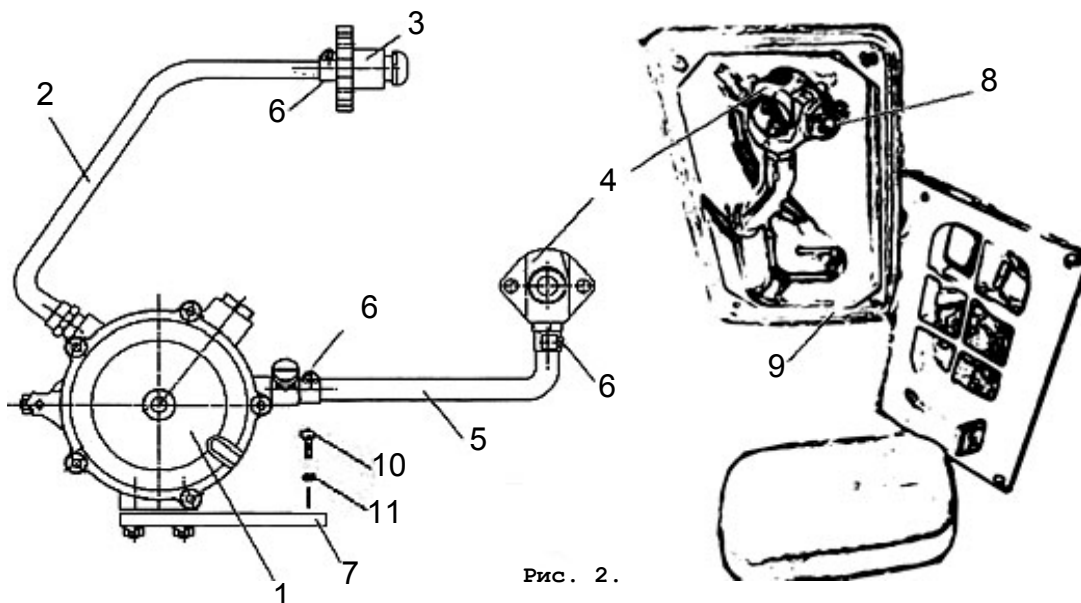

Рис. 2.
1. В качестве топлива используется бензин марки АИ-92, а также бытовой сжиженный баллонный газ: пропан и пропан бутан, в случае установки газовой системы питания, см. также рис. 2;
2. Газовый шланг высокого давления (поз.2 рис.2) укомплектован штуцером (поз.3 рис.2) для подключения к бытовому газовому баллону с резьбой: М22×1.5 LH. Допускается установка штуцера с параметрами в соответствии с требованиями Заказчика (Покупателя);
3. При использовании бензина перевести рычаг управления воздушной заслонкой в крайнее левое положение при пуске холодного двигателя и в промежуточное положение при пуске прогретого двигателя. При использовании газа нажать на несколько секунд кнопку в центре регулятора (поз.1 рис. 2) для заполнения впускной трубы газом, затем отпустить кнопку.